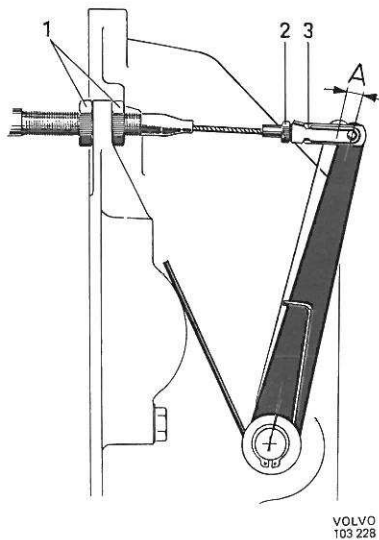

Figure 3. Jeu au levier de d'ébrayage
Le jeu correct à la pédale d'ébrayage est obtenu en réglant le levier de commande de débrayage de manière à avoir sur les voitures à conduite à gauche un jeu (A, figure 3) de 4 à 5 mm. Le réglage du jeu se fait en vissant ou en dévissant la fourche (3) sur le câble de commande d'ébrayage. Si ce réglage ne suffit pas, par exemple à cause de l'échange de ce câble d'ébrayage, déplacer la fixation de la gaine du câble dans le carter d'ébrayage avec les écrous (1).